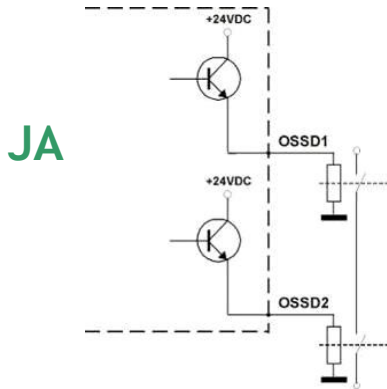

Abb. 19
- Die Sicherheitskontakte OSSD1 und OSSD2 dürfen untereinander auf keinen Fall in Reihe oder parallel geschaltet werden, können jedoch beide einzeln unter Einhaltung der Sicherheitsanforderungen der Anlage eingesetzt werden (siehe Abb. 19).